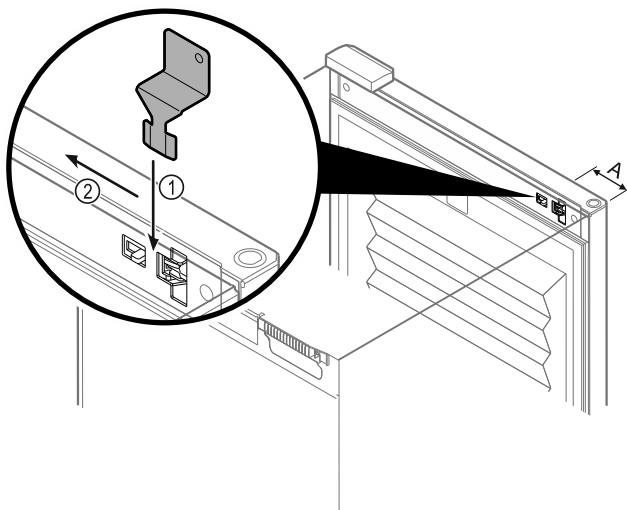

Fig. 220
- Notentriegelungsschlüssel an vorgegebener Stelle positionieren Fig. 220 (A) ≈ 100 mm.
- Notentriegelungsschlüssel Fig. 220 (1) zwischen Tür und Geräteturm von oben bis zum Anschlag einstecken.
- Notentriegelungsschlüssel in Richtung Scharnier ziehen. Fig. 220 (2)